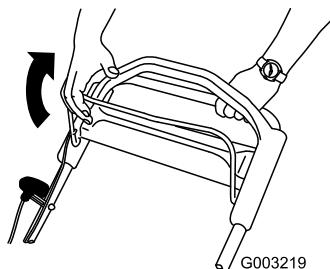

Bild 17
2. Halten Sie den Schaltbügel gegen den Griff gedrückt (Bild 17).